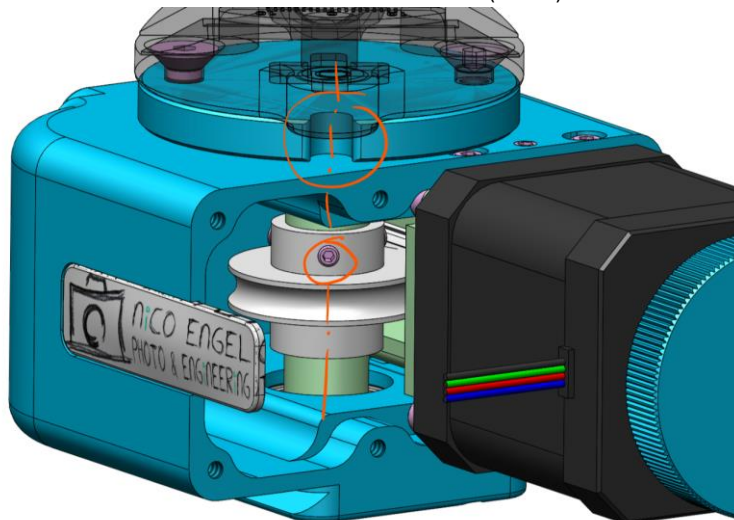

Bild 7
4. Beim Blick nach innen wird das Schneckenrad (Bild 7) am Drehteller sichtbar.
6. Auf der Drehtellerwelle sind ebenfalls drei Schlüsselflächen auf 120° verteilt gefräst. Ein davon zeigt genau in Richtung der Freimachung auf der Oberseite am Drehteller (Bild 7).